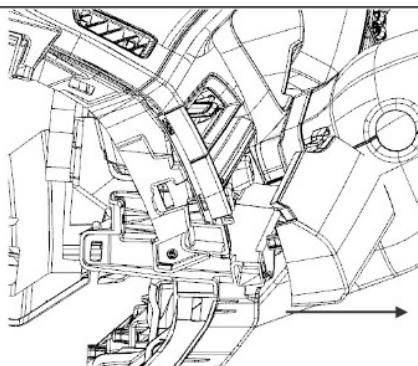

图 1.5.11 左下护板上装饰板拆卸示意图
(1) 双手放在图 1.5.11 左下护板上装饰板侧边, 沿图示箭头方向缓慢拔该零件直至装配处结构都脱开。